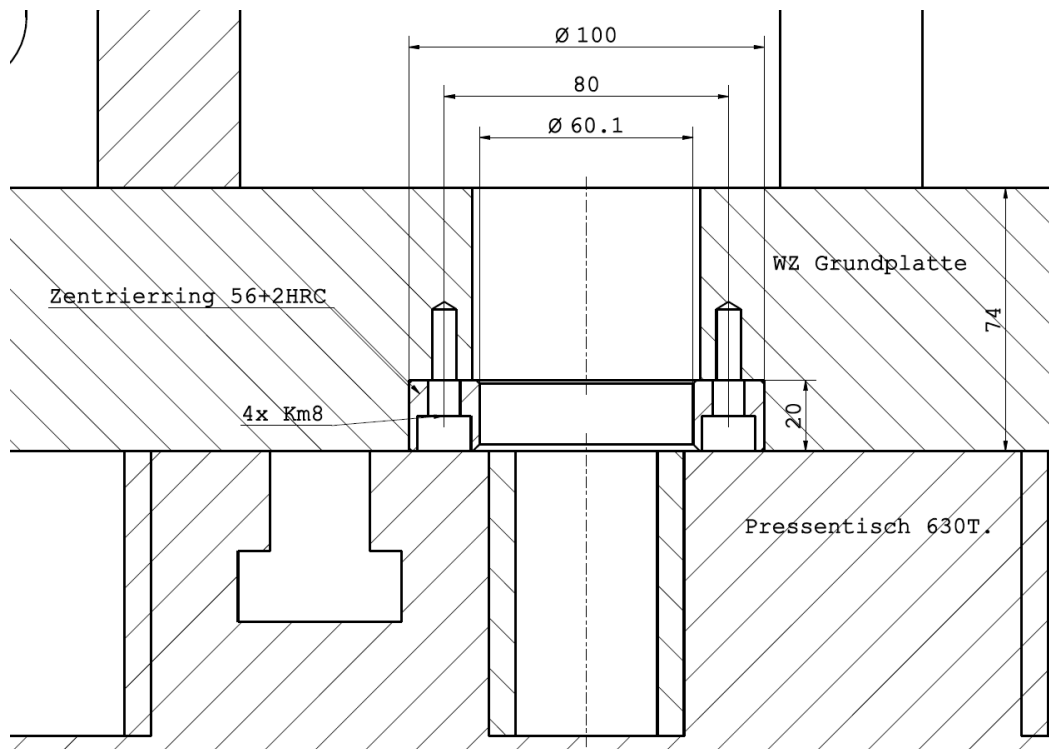

Abbildung 8.2.10
8.2.10. Werkzeugzentrierung auf der 630T. Presse. Im Pressentisch befindet sich ein festes Raster an Sacklöchern (Abbildung 28). In diesen Taschen wird ein abgesetzter Bolzen eingesetzt der wiederum in die Löcher vom Stanzwerkzeug greift (Abbildung 8.2.10). Die Stanzwerkzeuge benötigen hierzu einen gehärteten Ring um ein präzises Positionieren zu ermöglichen. Es müssen immer zwei Löcher mit Zentrierring im Werkzeug vorhanden sein und sich an der Vorgabe vom Pressentisch orientieren (Abbildung 28).